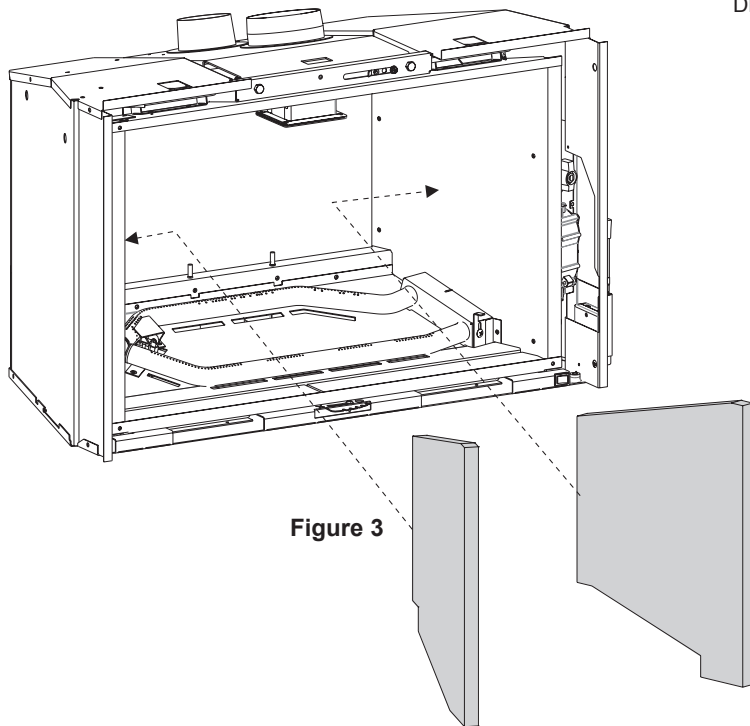

Figure 3
1. Placer les garnitures gauche et droite contre les parois de l'âtre et les pousser sur la garniture arrière. **Voir Figure 3.**